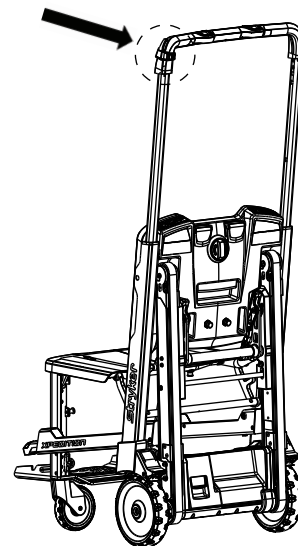

Figure 36 – Fixation du crochet de perfusion à la chaise
**Remarque** - Aligner le crochet de perfusion autour de l'extrusion sur la barre d'appui du côté gauche du patient (Figure 36).